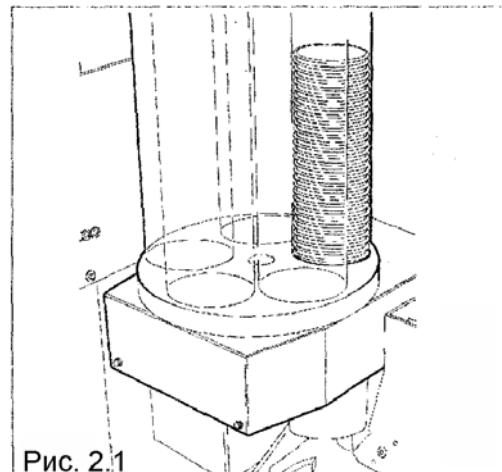

Рис. 2.1
- Двигатель внутри устройства выдачи стаканчиков приводит в движение пластмассовый механизм, чтобы стаканчик отделился и выпал в кольцо для стаканчиков в устройстве выдачи стаканчиков (рис. 2.1).